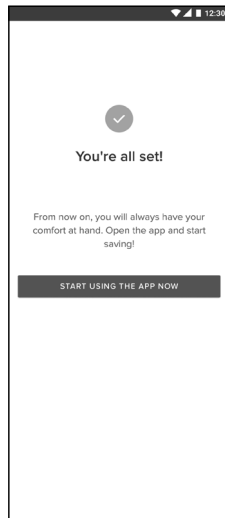

FIG. 9
- Escolha um nome para o sistema, e é tudo! (FIG.9)